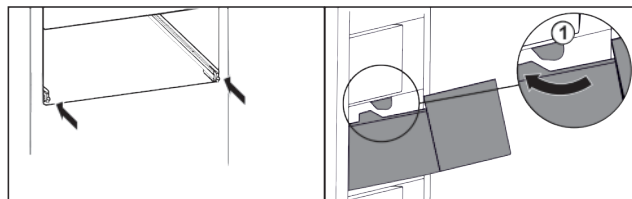

Fig. 43
- ▶ Poprowadzić szufladę wokół stoperów Fig. 43 (1).